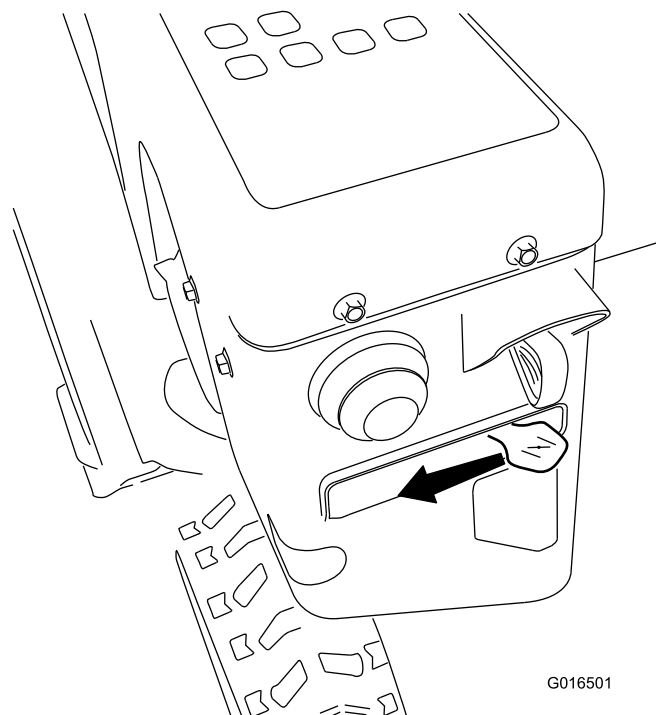

Figure 23
5. Amenez la commande de starter en position STARTER (Figure 23).